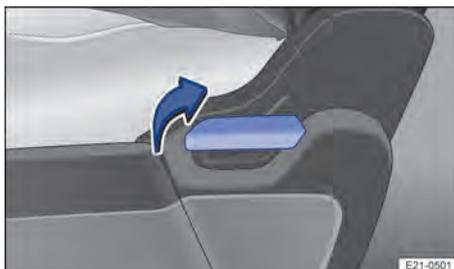

Fig. 69 Na lateral do banco traseiro: alavanca para ajustar a posição do assoalho do compartimento de bagagem.
1. Soltar as duas linguetas do cinto de segurança e retornar o cinto de segurança com a mão → ①.
5. Puxar a alavanca → Fig. 69 no sentido da seta para cima.
1. Puxar a alavanca → Fig. 69 para cima.